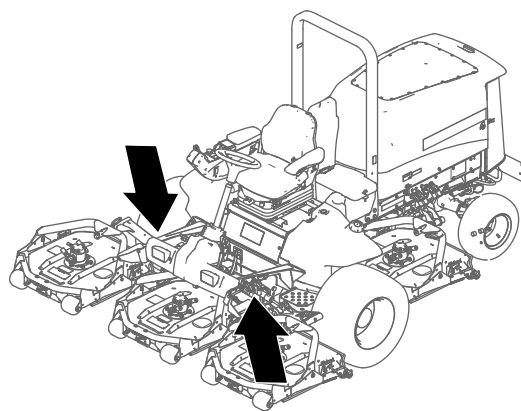
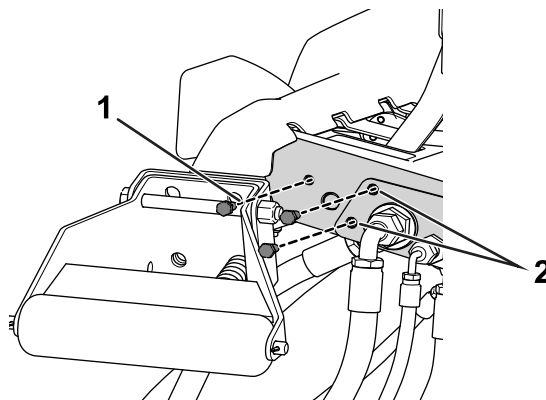
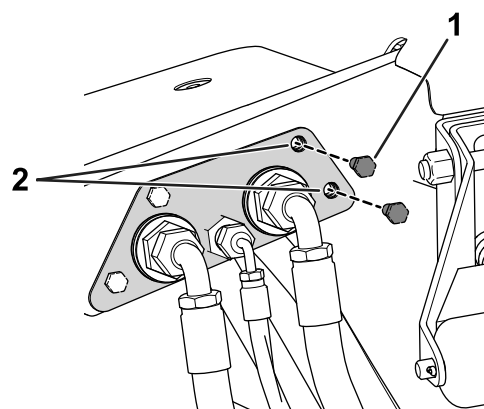

図 2
図 3
図 4
7. フットフレーム 図 2 の両側から、図 3 と 図 4 のようにボルトを外す。
8. ドリル 9.5mm を使って、フットフレーム両側の穴を、図 3 と 図 4 のように拡大する。